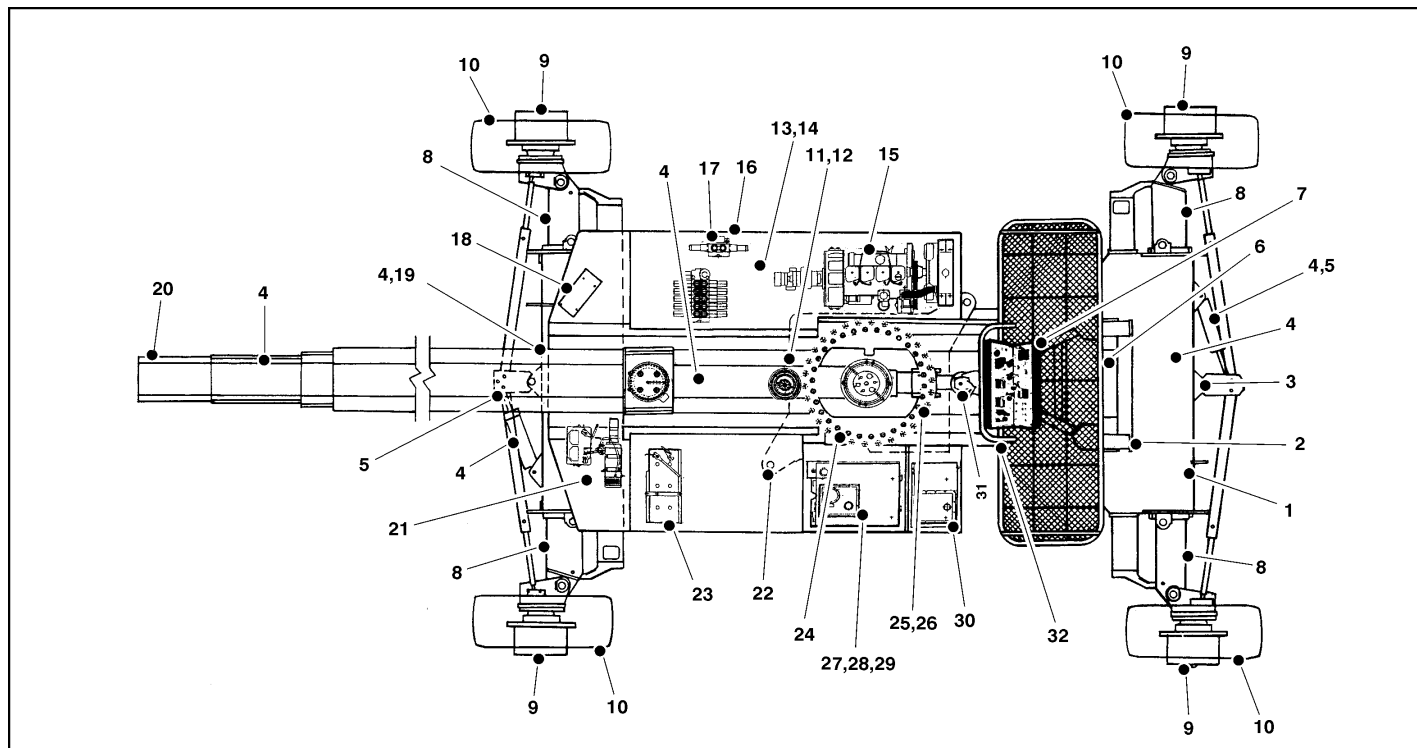

Figura 2-1. Inspección visual diaria - Hoja 1 de 4
5. **“Inspección visual”** – Consultar la Figura 2-1. a la Figura 2-4.